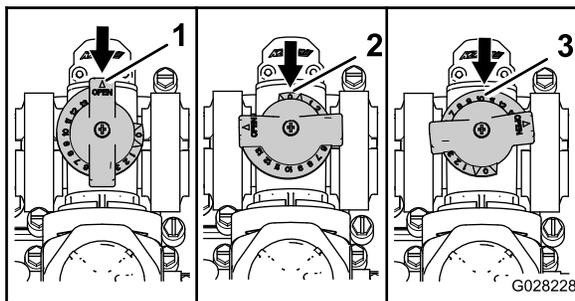

Figura 49
- La valvola di bypass dell'agitatore è in posizione completamente APERTA come illustrato nella Figura 49.
- La valvola di bypass dell'agitatore è in posizione CHIUSA (0) come illustrato nella Figura 49.
- La valvola di bypass dell'agitatore è in una posizione INTERMEDIA (regolata in relazione al misuratore di pressione per l'impianto dell'irroratrice) come illustrato nella Figura 49.